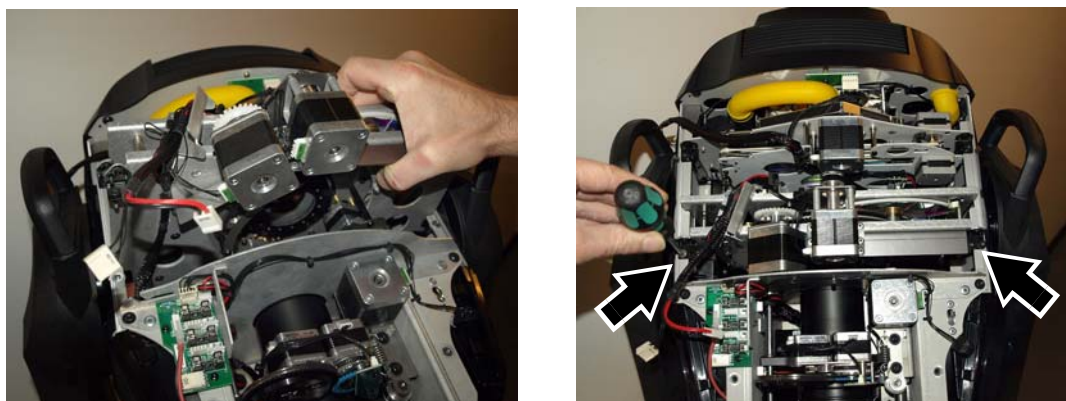

Figure 19: Mise en place du module IBD
8. Pour installer le module IBD dans le MAC Viper Wash, consultez la Figure 19. Glissez l'équipage mobile zoom-mise au net à fond vers le nez de l'appareil puis engagez le module dans la tête comme indiqué. Fixez le module avec ses deux vis imperdables Torx 20 (fléchées).